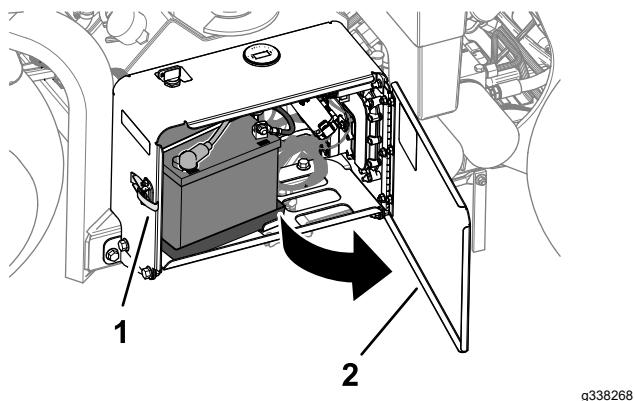

Рисунок 171
- Разблокируйте и откройте дверцу аккумуляторного отсека (Рисунок 171).